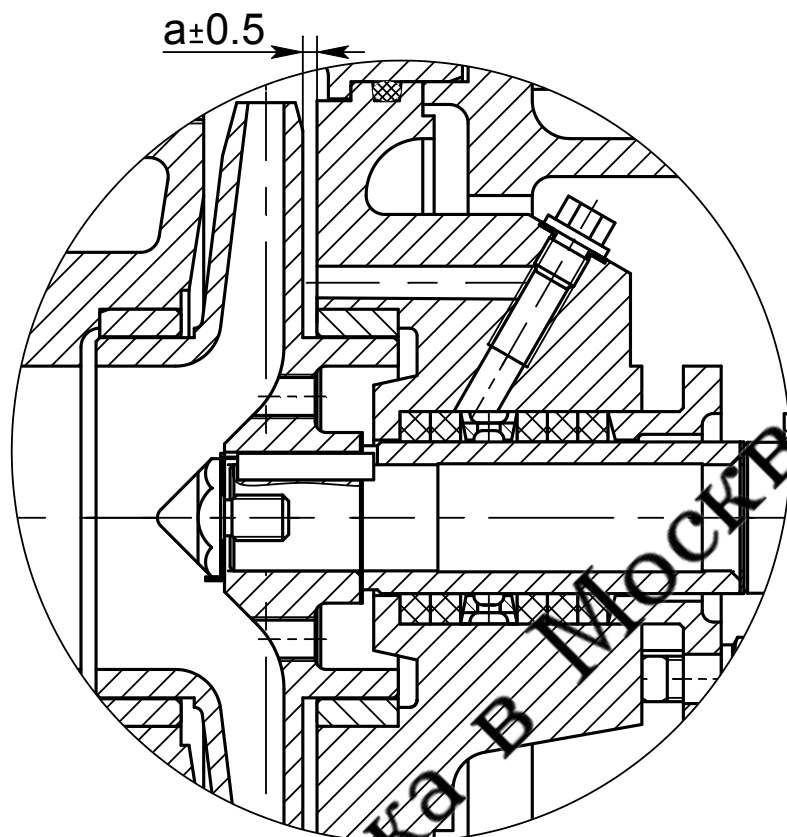

Рисунок 4-Установочный размер «а»
- установить на вал колесо рабочее, отрегулировав шайбами 3 установочный размер «а», «б» или «в» между корпусом уплотнения и колесом рабочим (см. рисунок 4,6,8);